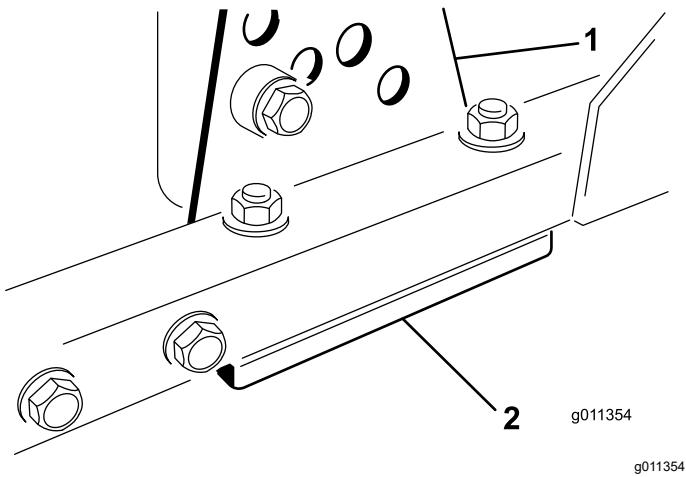

Figure 74
1. Retirez le support de hauteur de coupe (avant, gauche ou droit) du cadre du plateau de coupe (Figure 74).
2. Placez des cales de 1,5 mm et/ou des cales de 0,7 mm entre le cadre et le support du plateau pour obtenir la hauteur de coupe voulue (Figure 74).